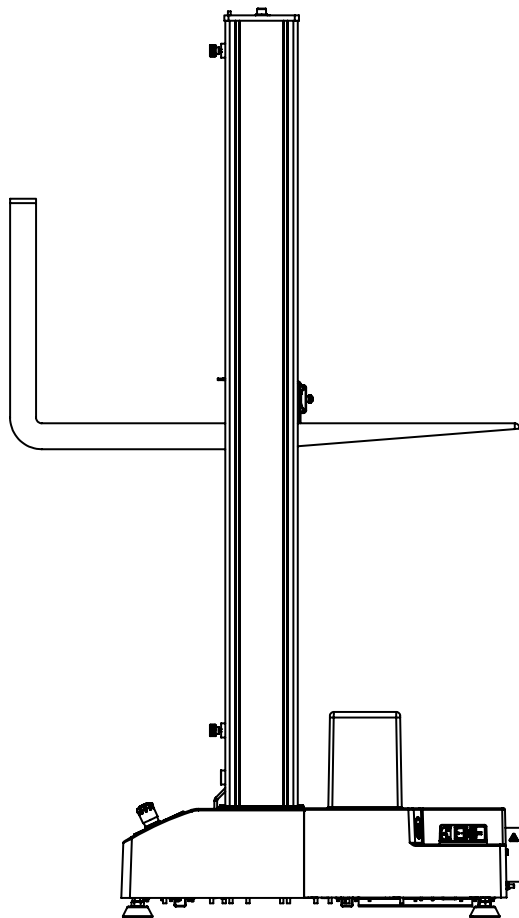

Figura 11. Elevación del bastidor desde la cruceta
2. Usando una carretilla elevadora con palas acolchadas o material de protección alrededor de la cruceta, introduzca con cuidado las palas por debajo de la cruceta entre las columnas. Consulte Figura 11 en la página 64.